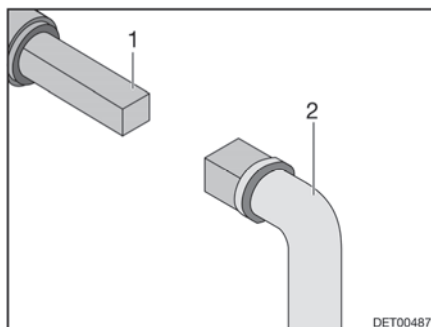

Fig. 116 Utilisation du robinet d'évacuation des eaux usées
- Insérer la clé (Fig. 116,2) sur la vis à quatre pans (Fig. 116,1).